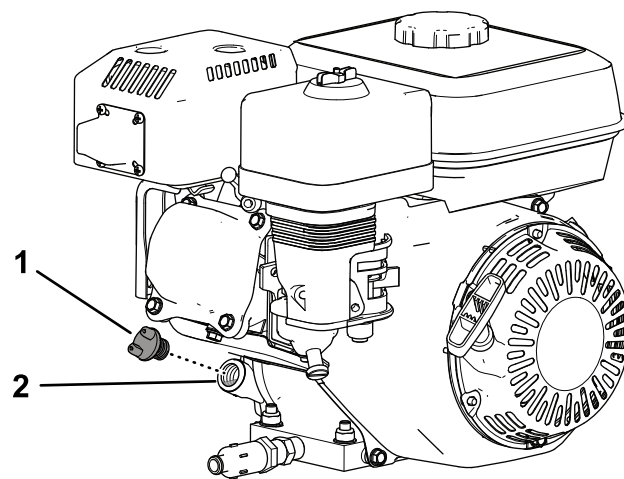

Bild 27
2. Reinigen Sie den Bereich um den Ölfülldeckel (Bild 27).